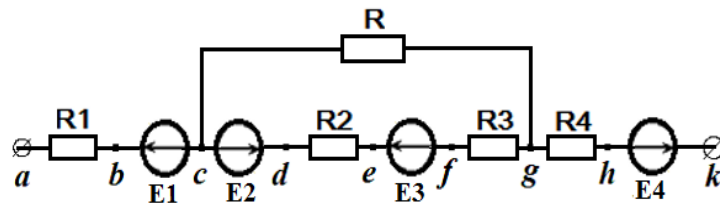

Рис. 1.57. Схема к задачам 7 и 8
8. Определить ток  $I$  и потенциалы точек  $b, c, d, e, f, g, h$ , считая потенциалы  $\varphi_a$  и  $\varphi_k$  неизменными; определить ток, который потечет по сопротивлению  $R = 100 \text{ Ом}$ , если его подключить к точкам  $c$  и  $g$ ,  $\varphi_a = -50 \text{ В}$ ,  $\varphi_k = 25 \text{ В}$ ,  $E_1 = 10 \text{ В}$ ,  $R_{\text{вн1}} = 1 \text{ Ом}$ ,  $E_2 = 30 \text{ В}$ ,  $R_{\text{вн2}} = 8 \text{ Ом}$ ,  $E_3 = 20 \text{ В}$ ,  $R_{\text{вн3}} = 10 \text{ Ом}$ ,  $E_4 = 15 \text{ В}$ ,  $R_{\text{вн4}} = 6 \text{ Ом}$ ,  $R_1 = 10 \text{ Ом}$ ,  $R_2 = 20 \text{ Ом}$ ,  $R_3 = 50 \text{ Ом}$ ,  $R_4 = 20 \text{ Ом}$  (рис. 1.57).